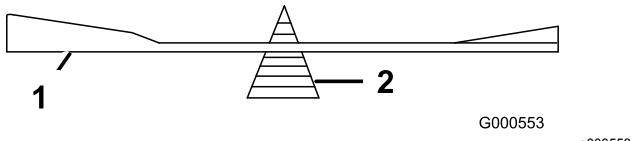

Figure 95
2. Vérifiez l'équilibre de la lame en la plaçant sur un équilibrEUR (Figure 95).